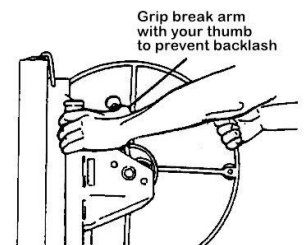

Figure 3
- b) Підніміть гальмівний важіль до упору. Візьміть лебідку і міцно тримайте гальмівний стрижень великим пальцем, щоб запобігти цьому відскок (рис. 3).